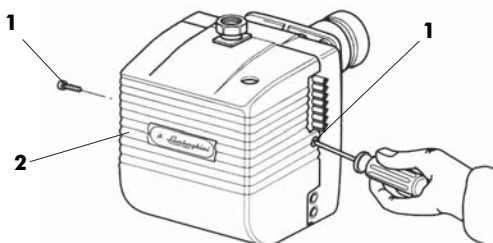

fig.1
Per accedere ai componenti principali è sufficiente togliere il cofano come da (fig.1).
- Chiudere il rubinetto del gas e staccare la rampa gas del bruciatore. Svitare le viti **1** e togliere il cofano **2** (fig.1).